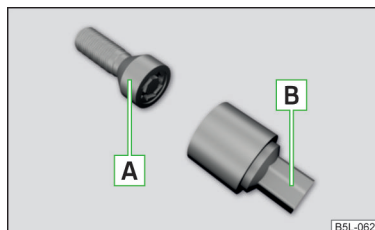

Fig. 305
Los tornillos de rueda antirrobo protegen las ruedas de un robo. Se pueden **soltar/apretar** solamente con el suplemento **B** » fig. 305 .
- Introducir el suplemento **B** » fig. 305 hasta el tope sobre el tornillo de rueda antirrobo **A**.
- Introduzca la llave de rueda hasta el tope sobre el tornillo de rueda. Usar el suplemento para los tornillos de la rueda antirrobo correspondientes » fig. 305 de la pág. 280.